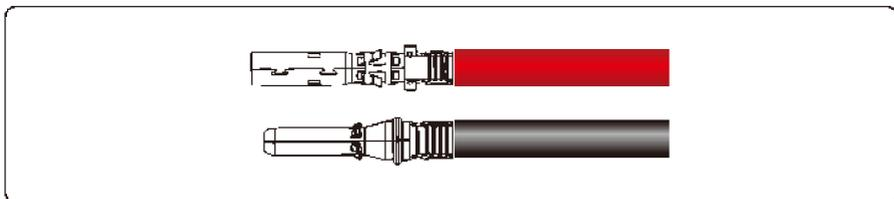

Figura 5.11 Crimpando um conector metálico
Passo 2 Insira as áreas expostas dos cabos de alimentação positivos e negativos nos terminais metálicos dos conectores positivo e negativo, respectivamente, e crimpe-os usando uma ferramenta de crimpagem, conforme mostrado na Figura 5.11.